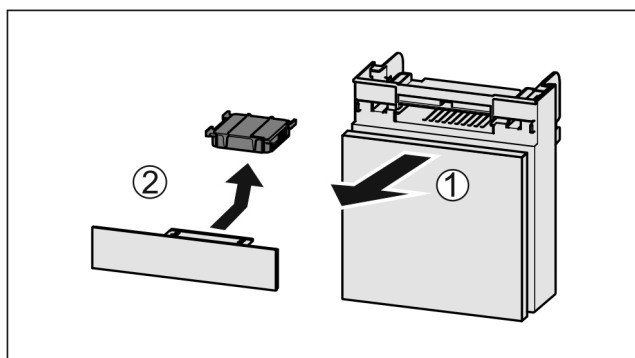

Fig. 55
- Издърпайте Fig. 55 (1) напред отделението.
- Извадете Fig. 55 (2) филтъра с активен въглен.